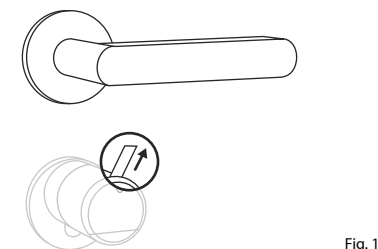

Fig. 11
- ⑧ Se ainda não estiver pronto, remova a tira de proteção da pilha do compartimento da pilha no manipulador interno (Fig. 11).